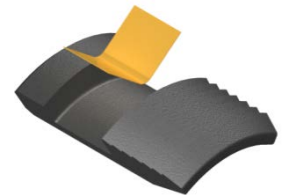

Fig. 3
**NOTE6:** Install one (1ea) spring per slip (Fig. 3).